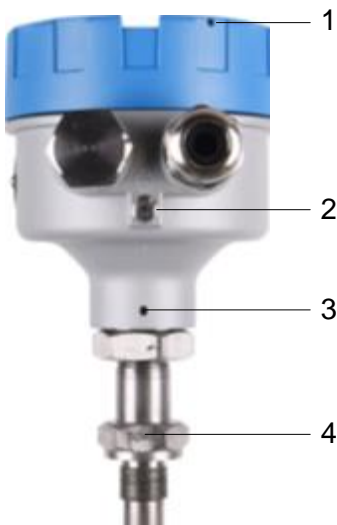

Рисунок 3.1 – Монтаж сигнализатора на месте эксплуатации
- 1) заземлите сигнализатор, используя клемму защитного заземления «» на корпусе (рисунок 3.1);
3.1.4.6 Заземлите сигнализатор, используя клемму защитного заземления « \perp » на корпусе (рисунок 3.1).